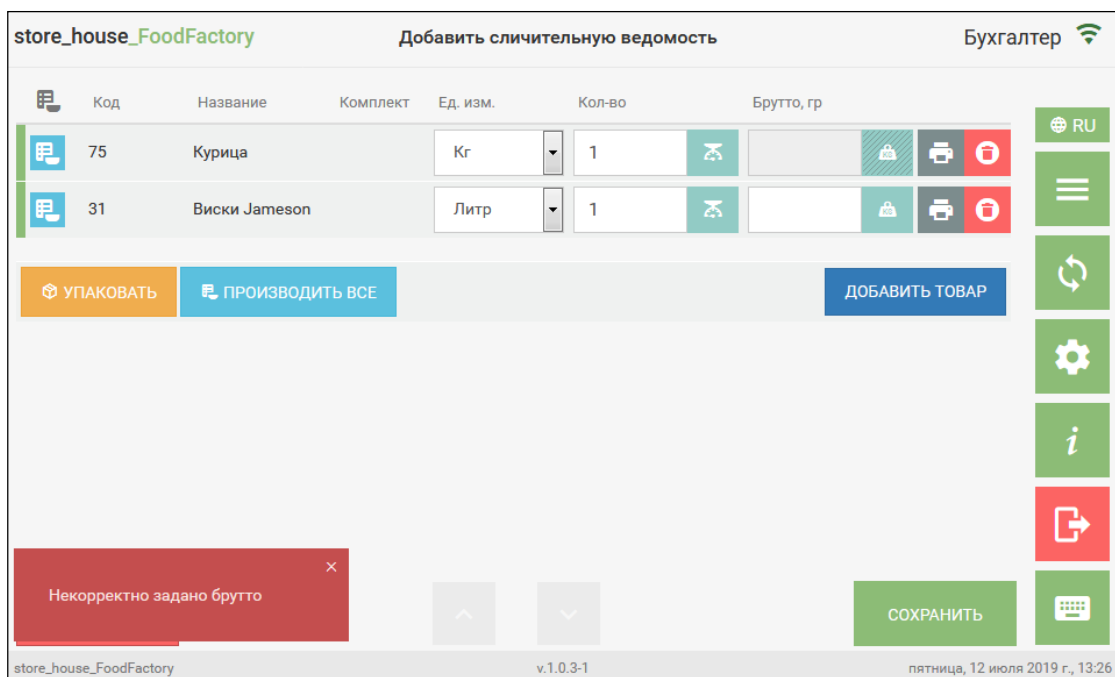

Рис. 157
Если вес товара без учета тары не будет соответствовать заданным параметрам (будет или меньше веса пустой тары или больше полной тары), то система выдаст сообщение об ошибке (см. Рис. 157).
**Внимание!** Если для товара не используются весы для инвентаризации, то кнопка  будет недоступна (будет иметь штриховку в фоне кнопки, см. Рис. 157).